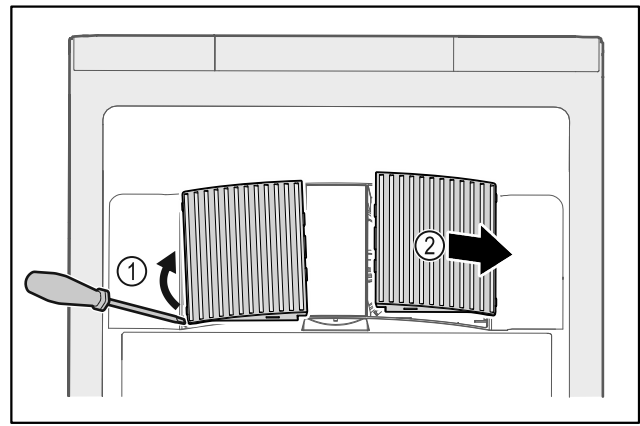

Fig. 152
- ▶ Ventilatorafdekkingen voorzichtig aan de zijkant eruit halen (Fig. 152 (1)) en naar de voorkant toe verwijderen (Fig. 152 (2)).